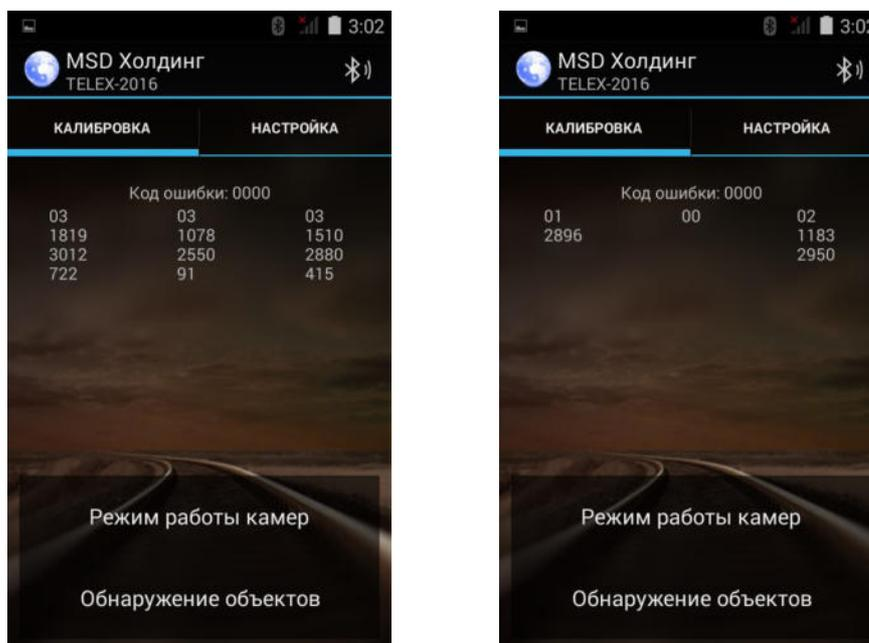

Рисунок 23. Диагностика неисправностей.
2.5.3.2 Включить БИПКП согласно п.2.3.2, запустить приложение «MSD Holding», войти в режим настройки, нажав на кнопку **«Настройка»** в во вкладке «Настройки» меню управления приложения, войти в раздел **«Калибровка»**. Нажать на кнопку **«Режим работы камер»** и записать появившиеся на экране ПДУ числа, например, как изображено на Рис.23, слева.
2.5.3.3 Включить БИПКП согласно п.2.3.2, запустить приложение «MSD Holding», войти в режим настройки, нажав на кнопку **«Настройка»** в во вкладке «Настройки» меню управления приложения, активировать вкладку **«Калибровка»**. Нажать на кнопку **«Обнаружение объектов»** и записать появившиеся на экране ПДУ числа, например, как изображено на Рис.23, справа.